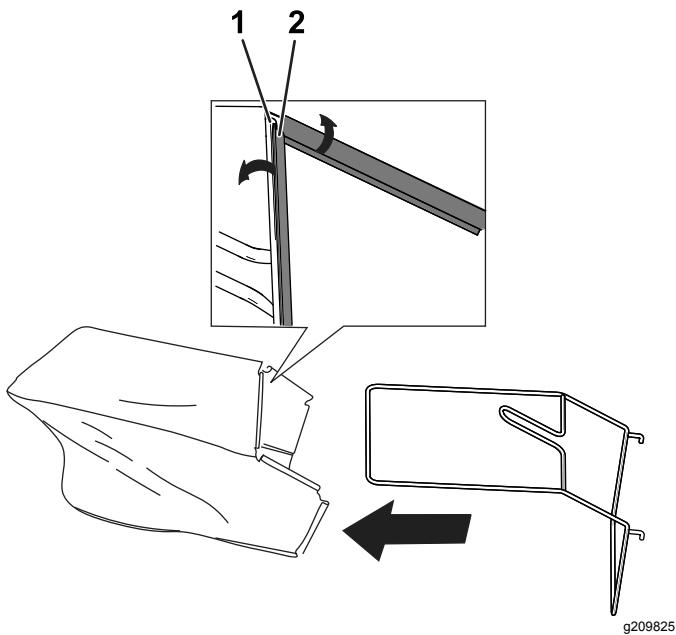

Figure 8
- Glissez l'armature du bac à herbe dans le bac (Figure 8).
- Enclenchez les 6 clips de fixation du bac à herbe sur l'armature (Figure 8).